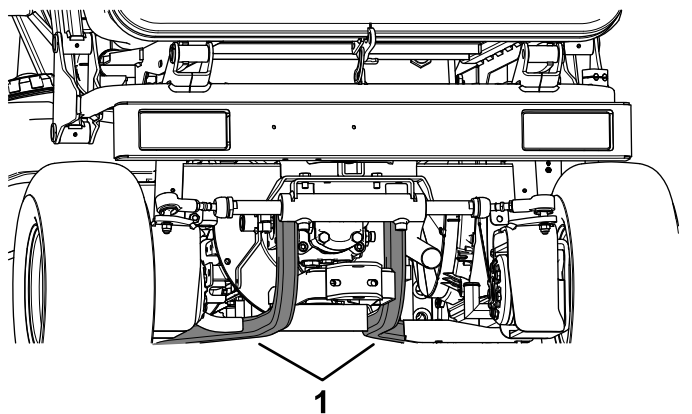

**Figura 39**
2. Posizionate un martinetto sotto al tubo del telaio (Figura 38 e Figura 39), direttamente sotto